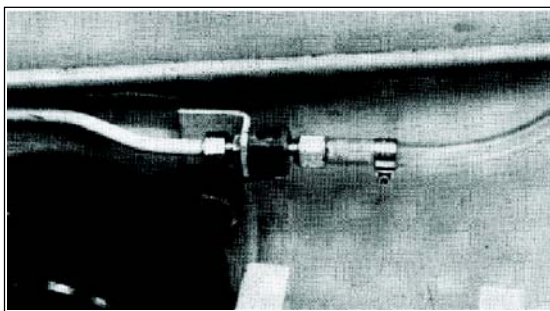

Fig 8-25. Condensador com tubulação flexível e drenagem
**c.** Condensador com tubulação flexível e drenagem. (Fig 8-25)